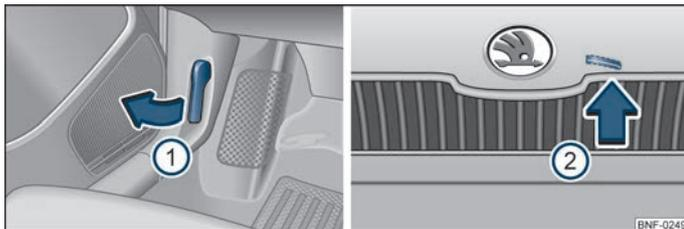

Fig. 90 Sbloccaggio del cofano motore
- Tirare la leva di sbloccaggio disposta inferiormente alla plancia portastrumenti sul lato sinistro ① ⇒ fig. 90.
- Spingere la leva di sbloccaggio nel senso della freccia ② ⇒ fig. 90, il cofano motore si sblocca.